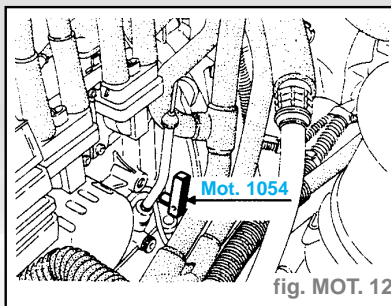

fig. MOT. 12
- Insérer la pige de point mort haut (fig. MOT. 12).
poulie de sortie vilebrequin déposée) entre (**A**) et (**B**) **61 têtes de dents** (fig. MOT. 12).